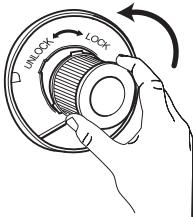

Abb. 20
5. Drehen Sie dann den Lamellen-Zentralfilter gegen den Uhrzeigersinn vom Deckel ab (Abb. 20).